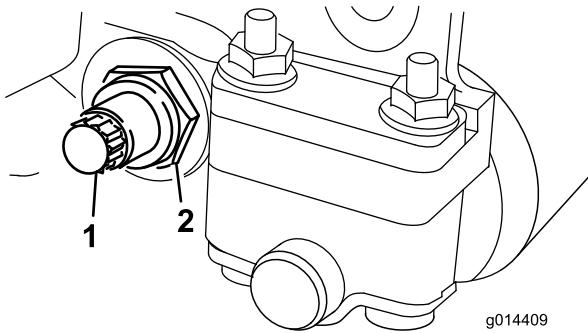
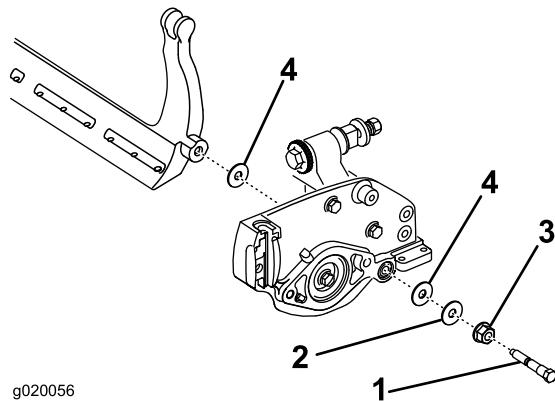

Рисунок 20
Рисунок 21
- С каждой стороны машины ослабьте контргайку, крепящую болт планки неподвижного ножа (Рисунок 20).
- Удалите все болты планки неподвижного ножа, потяните планку вниз и отсоедините ее от машинного болта (Рисунок 20). На каждом конце планки неподвижного ножа должно быть по две нейлоновых шайбы и одна шайба из штампованной стали (Рисунок 21).
- Прикрепите планку неподвижного ножа к боковым пластинам с помощью двух болтов планки неподвижного ножа, контргаек (гаек на болтах) и 6 шайб. Установите нейлоновую шайбу с каждой стороны втулки боковой пластины. Установите стальные шайбы поверх нейлоновых на внешних сторонах пластин (Рисунок 21).
- Затяните контргайки одинаково с обеих сторон до такой степени, чтобы стальные шайбы нельзя было провернуть вручную (Рисунок 21).